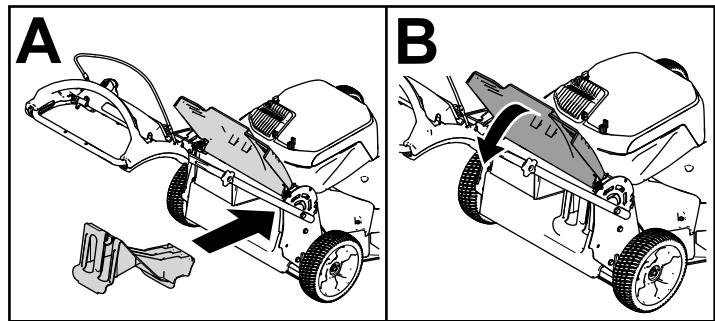

Figure 17
- Si l'obturateur d'éjection arrière n'est pas installé, saisissez-le par la poignée, relevez le déflecteur arrière et insérez-le dans la goulotte d'éjection arrière jusqu'à ce que le dispositif de blocage s'enclenche ; voir Figure 17.
**Important:** Assurez-vous que l'obturateur d'éjection arrière est en place avant de procéder au recyclage (Figure 17).